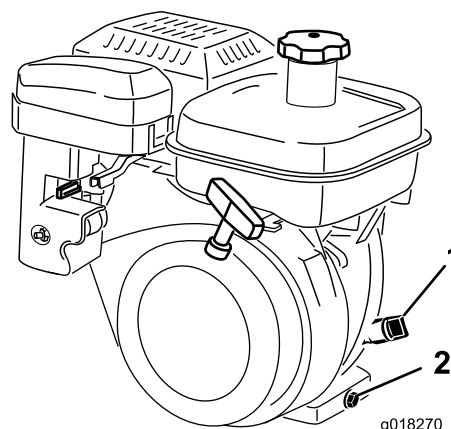

図 30
3. ゲージを左に回して抜きとる（図 30）。
4. ゲージをウェスできれいに拭き、もう一度差し込む。ゲージはねじ込まずに差し込む。ディップスティックをもう一度抜きとって、オイルの量を点検する。不足であれば、ゲージの H と L の中間位置になるまで補給する（図 30）。油量を確認する。入れすぎないこと。
2. エンジンが水平になるように駐車し、オイルゲージの周囲をきれいに拭く（図 30）。
2. 機体下にあるドレンプラグの下に廃油受けを置く（図 30）。ドレンプラグをゆるめる。